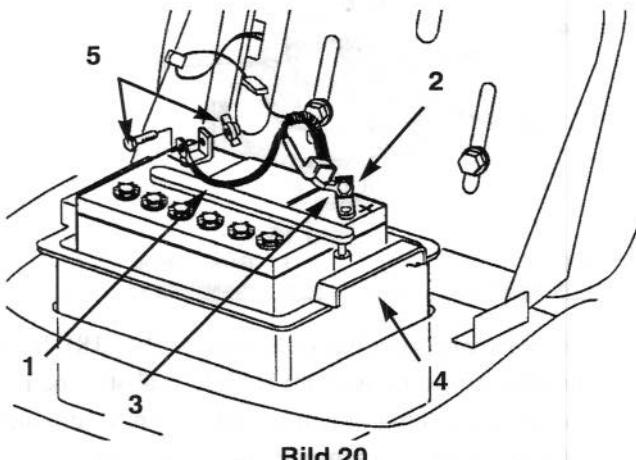

Bild 20
3. Das Minus (-)-Kabel (schwarz) vom Batteriepol abklemmen (Bild 20).
4. Die Gummikappe vom Plus (+)-Pol entfernen. Das Plus (+)-Kabel (rot) vom Batteriepol abklemmen (Bild 20).
3. Das Plus (+)-Kabel (rot) mit Schraube und Flügelmutter am Plus (+)-Pol der Batterie anklemmen (Bild 20). Die Gummikappe über den Batteriepol stülpen.
4. Das Minus (-)-Kabel (schwarz) mit Schraube und Flügelmutter am Minus (-)-Pol der Batterie anklemmen (Bild 20).